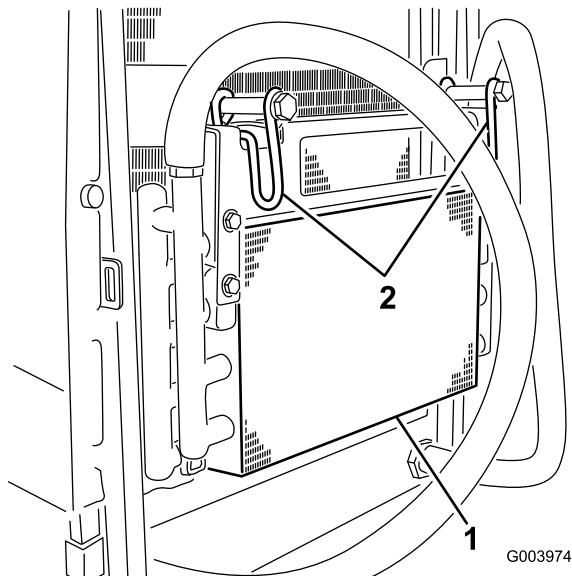

Bild 57
6. Drehen Sie den Riegel nach innen, um den Ölkühler zu lösen (Bild 57).